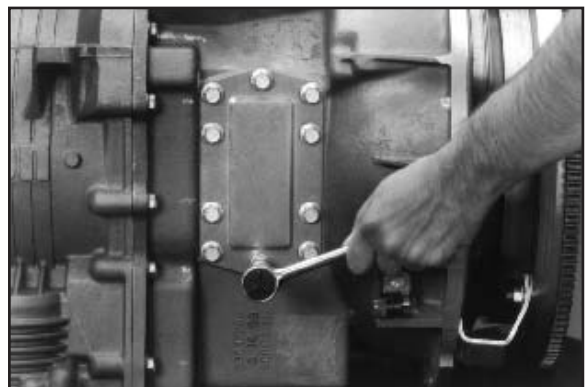

Abb. 2
2. Die Schrauben der Nebenantriebs-Seitenplatte mit einem 15-mm-Steckschlüssel entfernen und die Platte abnehmen (**Abb. 2**).